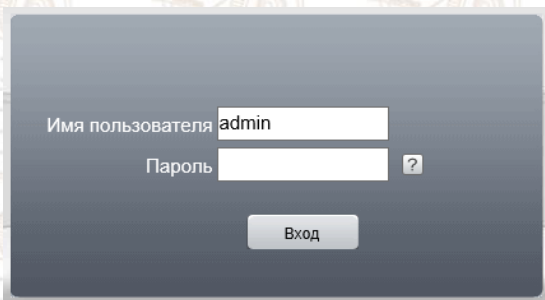
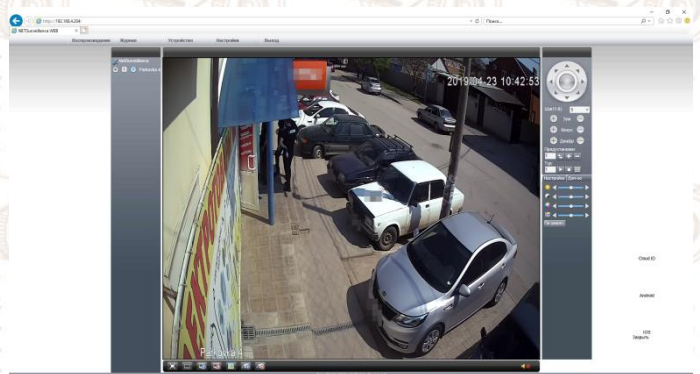

Рис.3 Поле авторизации
Рис.4 WEB-интерфейс видеокмеры
- после успешной установки компоненты будет приложено пройти авторизацию(Рис.3). По умолчанию имя пользователя: “admin”, значение пароля остается пустым. После успешной авторизации Вы перейдете в интерфейс камеры(Рис.4)